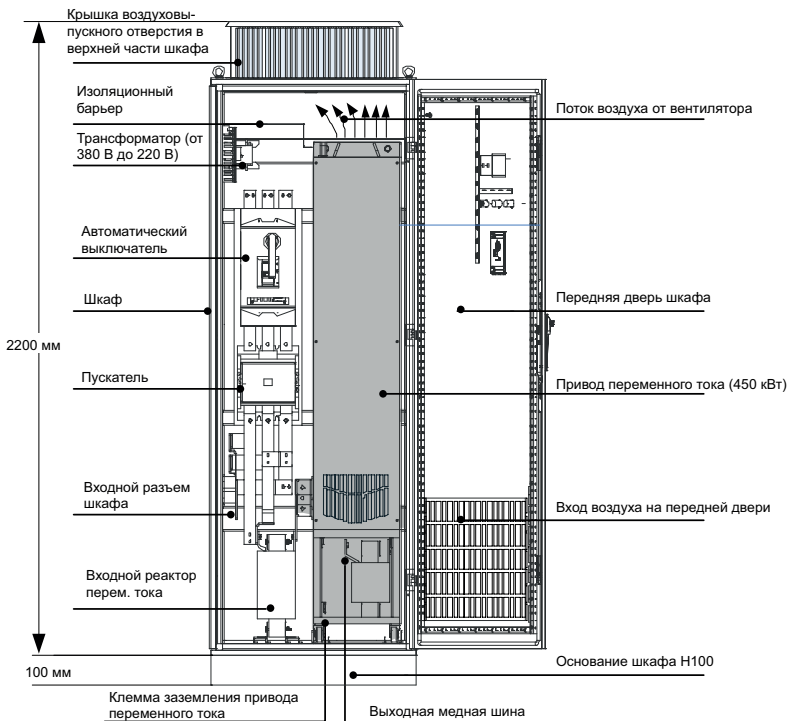

Рис. 2-12 Рекомендуемая компоновка шкафа
- ◆ См. рис. 2-12 с изображением компоновки шкафа перед монтажом привода переменного тока в шкаф. Размеры стойки шкафа: 2200 × 800 × 600 (включая верхнюю крышку вентиляции шкафа H200, в мм). Для монтажа шкафа требуется основание шкафа H100. В верхней части шкафа необходимо установить экран, чтобы не допустить циркуляции нагретого воздуха внутри шкафа. Предусмотреть воздухозаборники в нижней части дверцы шкафа.